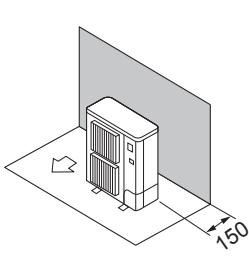

Fig. 2-3
① Εμπόδια στην πίσω πλευρά μόνο (Fig. 2-3)